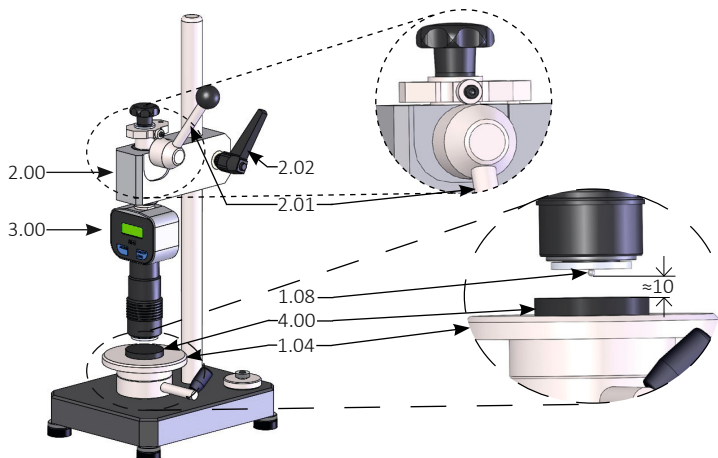

Fig. 8 Shore 00, 000, 000 S 测试方法
- › 向下匀速释放测试加载杆(2.01), 直到自带砝码不再停留在加载杆(2.01)的偏心盘上(见图8)。